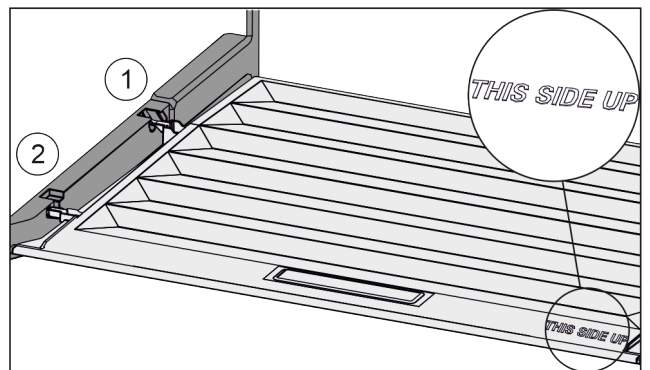

Fig. 92
- Deckelstege über Öffnung der hinteren Halterung Fig. 92 (1) einführen und vorne in Halterung Fig. 92 (2) einrasten.